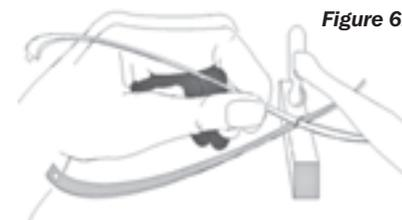

Figure 6.
- 2 Si vous êtes en présence d'un rivet ou d'une vis qui ne se desserre pas, vous pouvez resserrer la charnière en la posant à plat sur une surface métallique et en la tapotant doucement avec un très petit marteau (Figure 6).